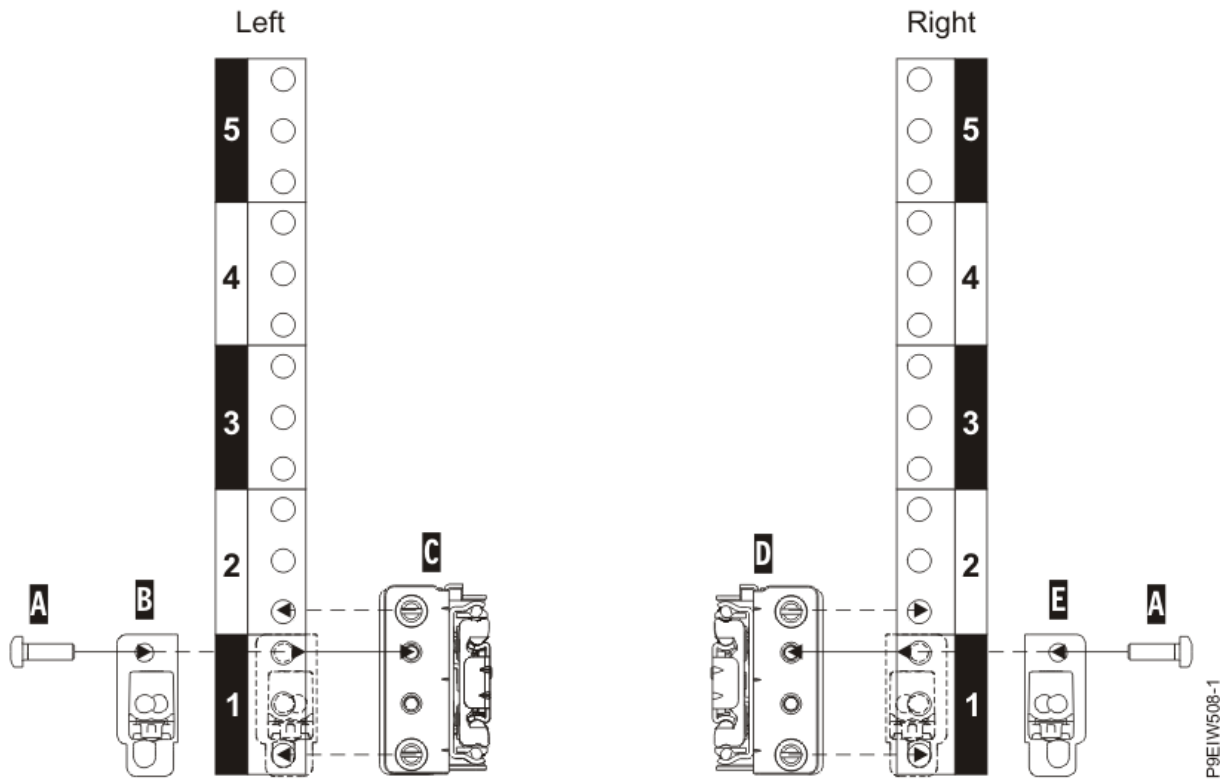

Figure 2. Fixation des glissières à l'avant de l'armoire
2. A l'avant de l'armoire, positionnez la glissière de gauche (**C**) entre les normes de montage EIA avant et arrière côté gauche, comme illustré dans la Figure 2, à la page 3.
5. Positionnez le loquet de fermeture avec ressort (**B**) en recouvrant l'espace EIA avant de la glissière, comme illustré dans la Figure 2, à la page 3.
7. Répétez les étapes «1», à la page 2 à «6», à la page 3 pour la glissière de droite (**D**), comme illustré dans la Figure 2, à la page 3. La glissière de montage de droite est marquée d'un identificateur R à l'emplacement avant.